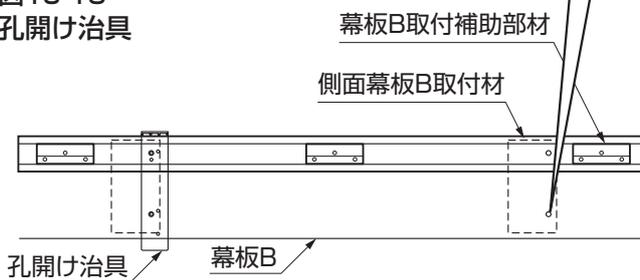

図15-20 側面幕板の孔あけ
③ 孔開け治具を使って、側面幕板B取付材と幕板B取付補助部材が付いている部分に、φ4.5の下孔とφ8サラ取りを幕板Bにしてください。(図15-20参照)